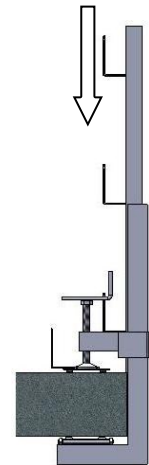

fig.7
- Posizionare l'asta verticale nell'apposita sede e bloccarla mediante l'utilizzo dell'apposita vite in dotazione (inclinazione del montante deve essere compresa tra -15° e +15° rispetto alla verticale, vedi fig. 7 pag. 9);